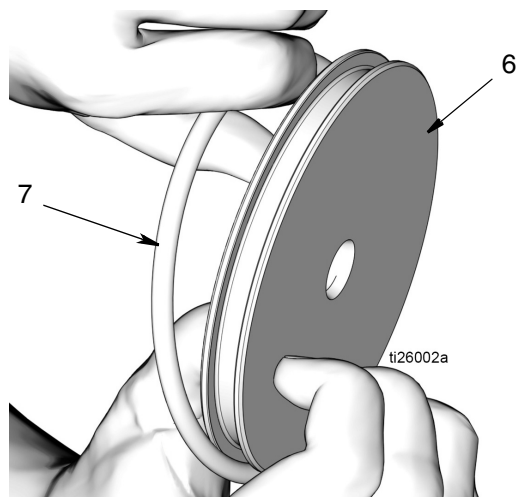

FIG. 24
d. Rimuovere l'O-ring (7) dal pistone (6) (FIG. 24).